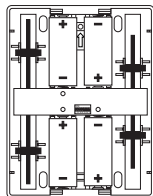

Figura 3
3. **Coloque las 4 pilas alcalinas "C".** Asegúrese que las pilas estén correctamente orientadas, como se muestra en la Figura 3.
7. Cambie las baterías (pilas) (vea la Figura 3). Asiente a presión la tapa sobre la base de la campana.